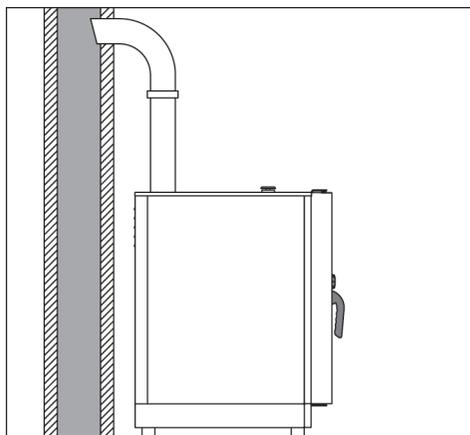

fig. 12
- Mediante allacciamento a un condotto naturale, come una canna fumaria a tiraggio naturale di sicura efficienza per evacuare i prodotti della combustione direttamente all'esterno (fig. 12). Il proseguimento avviene verso l'esterno o in un camino mediante il convogliatore. Tale intervento deve garantire che l'evacuazione dei fumi non venga ostacolata da ostruzioni e/o dalla eccessiva lunghezza del tubo di scarico (al massimo 3 m).